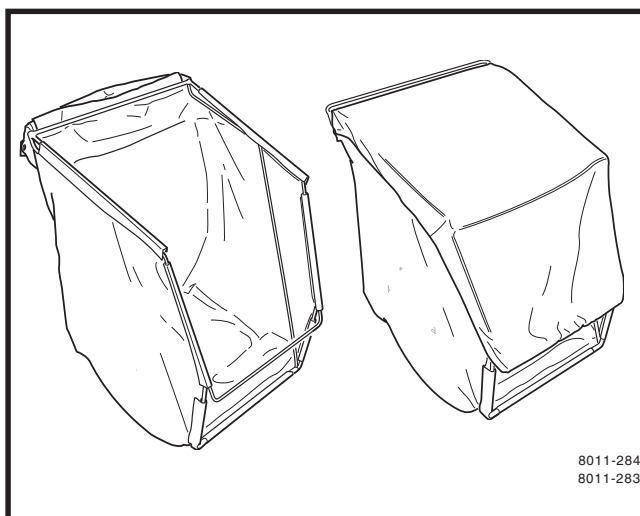

ABBILDUNG 11
- Drücken Sie auf die Einschnapper (einer auf jeder Seite). Siehe Abbildung 11.